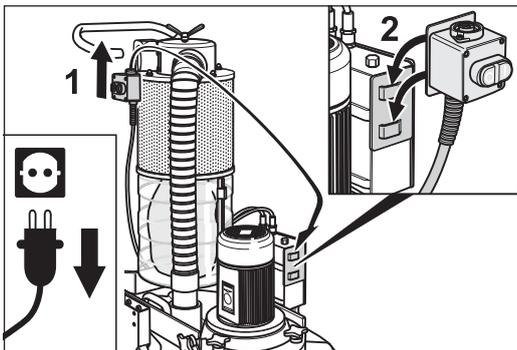

Fig. 46 Accrochez l'interrupteur Marche/Arrêt dans le support de transport sur le coffret de commutation.
- 6 Décrochez l'interrupteur Marche/Arrêt du chariot et accrochez-le dans le support de transport sur le coffret de commutation (fig. 46).